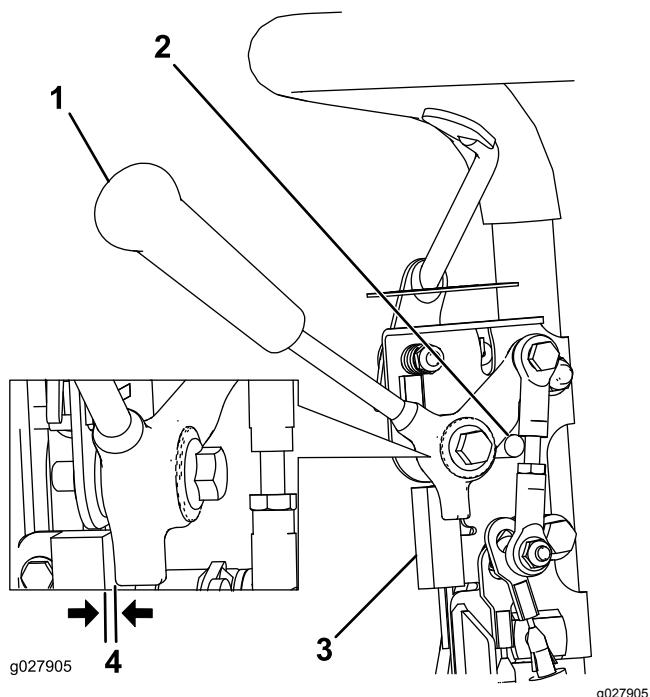

図 36
1. エンジンが停止していること、走行レバーが解除されてニュートラルストップにあることを確認する図 36。
2. インタロックスイッチを固定しているねじをゆるめる図 36。
3. 走行レバーとインタロックスイッチとの間に厚さ 0.8 mm のすきまゲージをはさむ図 36。